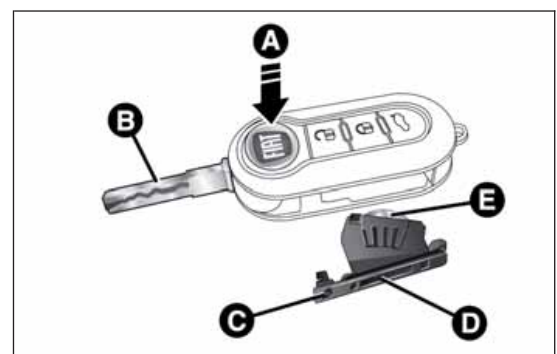

Abb. 15
- Die Taste A Abb. 15 drücken und den Metalleinsatz B in Ausklappposition bringen;